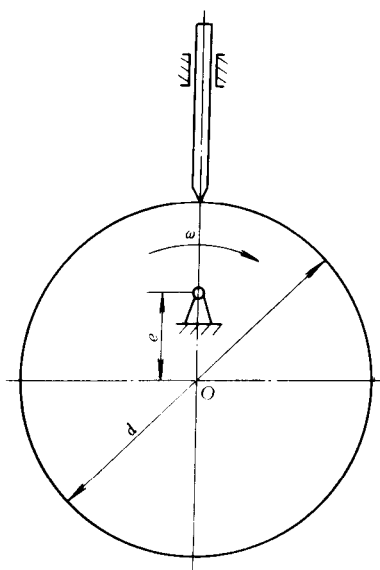

图 2-5
2. 图 2-5 所示为一偏心凸轮机构, O 为偏心圆的几何中心。其中, 偏心距 $e=15\text{mm}$, $d=60\text{mm}$ 。试求: